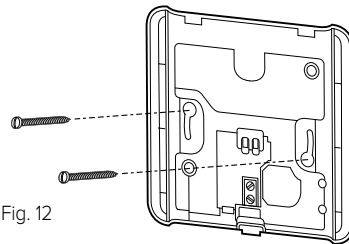

Fig. 12
- Fijar la base a la pared en el punto elegido, utilizando los tarugos y tornillos suministrados en el kit (fig 12).